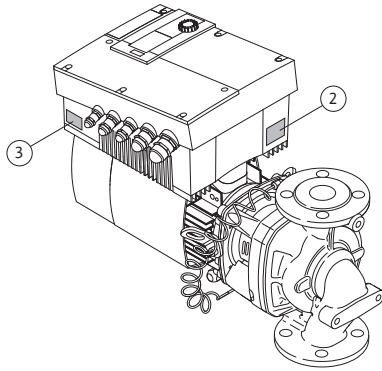

Fig. 12: Tip levhaları sıralaması:
- Tahrik tip levhası, elektronik modülün kablo girişleri bulunan tarafında yer almaktadır (Fig. 12, Poz. 3). Elektrik bağlantısı, tahrik tip levhası üzerindeki verilere uygun olarak yerleştirilmelidir.